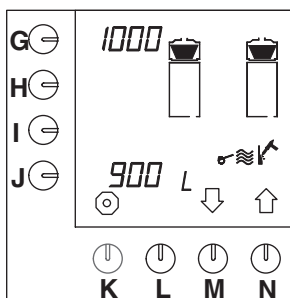

Fig. 26 Ontkalkingsteller koffiezetsysteem
- De ontkalkingsteller verschijnt in het display (fig. 26).
- In het display (fig. 26) is naast programmeertoets (G.) te zien, na hoeveel liters koffie er ontkalkt moet worden.